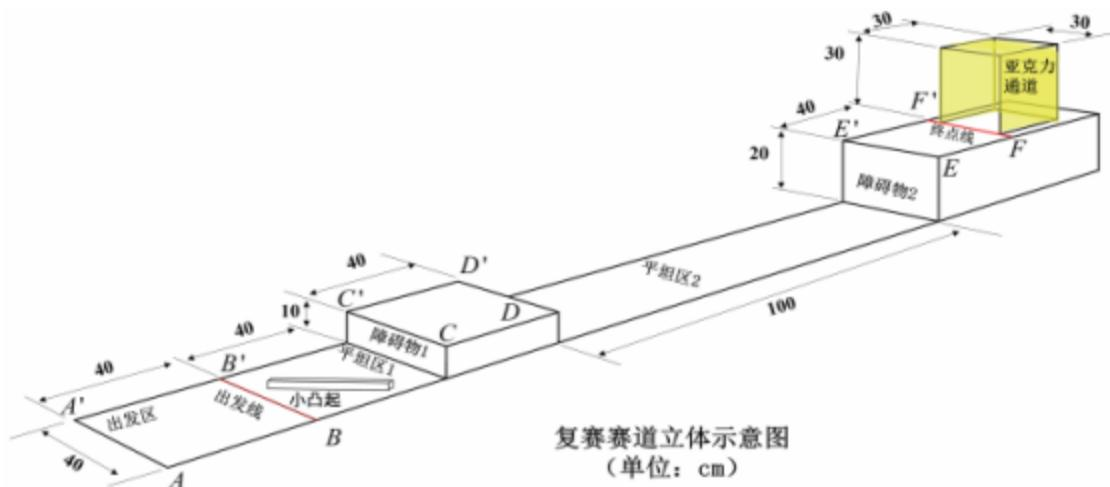

图4 复赛赛道立体示意图
(1) 赛道：赛道由山东赛区统一提供。赛道尺寸如图 4 所示：平坦区 1 上有一个固定的木质长方体（ $2\text{cm} \times 2\text{cm} \times 30\text{cm}$ ），沿平坦区 1 的对角线居中放置，表面没有贴纸；障碍物 1 高 10cm ，障碍物 2 高 20cm 。
(2) 通道：终点线 FF' 后面设一个通道，采用透明亚克力材质制作。通道长宽高均为 30cm ，亚克力厚度小于 1cm ，通道后侧有挡板。